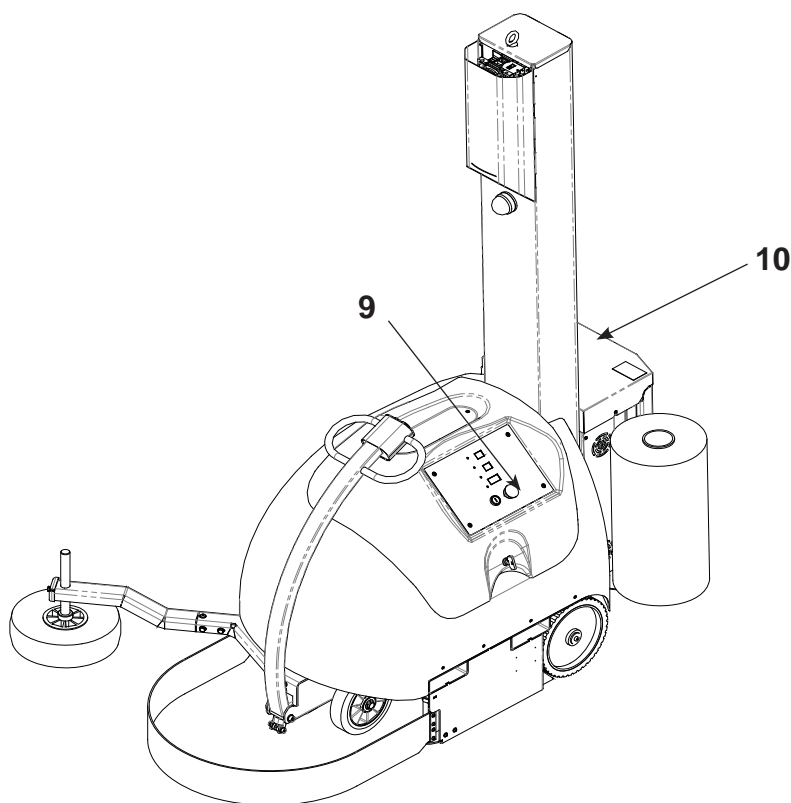

Fig. 5.8
La macchina è dotata di pulsante di emergenza a fungo (9) (Fig. 5.8).
A fine lavorazione, per periodi anche brevi di inoperatività è obbligatorio portare la macchina in condizioni di sicurezza (vedi Fig. 5.8).
De machine is voorzien van een paddestoelvormige noodknop (9) (Fig. 5.8).
Na afloop van de bewerking, ook bij korte stilstanden, is het verplicht de machine in de veiligheidsstand te zetten (zie Fig. 5.8).